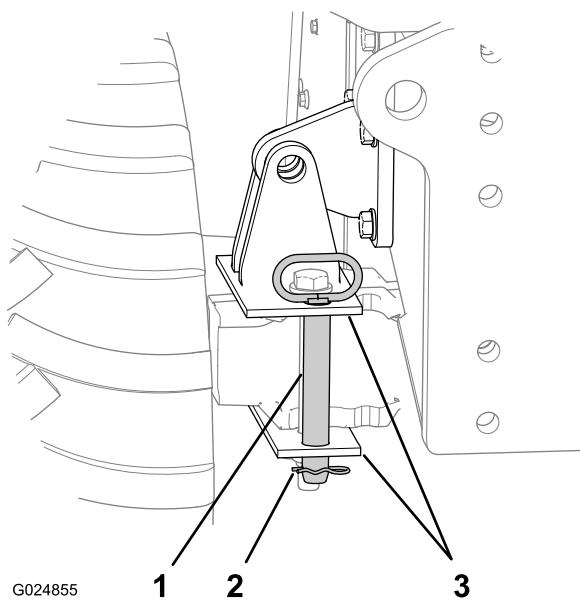

Figura 45
2. Remova o grampo tipo “R” do pino de bloqueio de inclinação (Figura 45).
1. Insira o pino de bloqueio de inclinação através dos orifícios verticais no suporte de bloqueio do eixo (Figura 45).
2. Prenda o pino no suporte de bloqueio com o grampo tipo "R" (Figura 45).